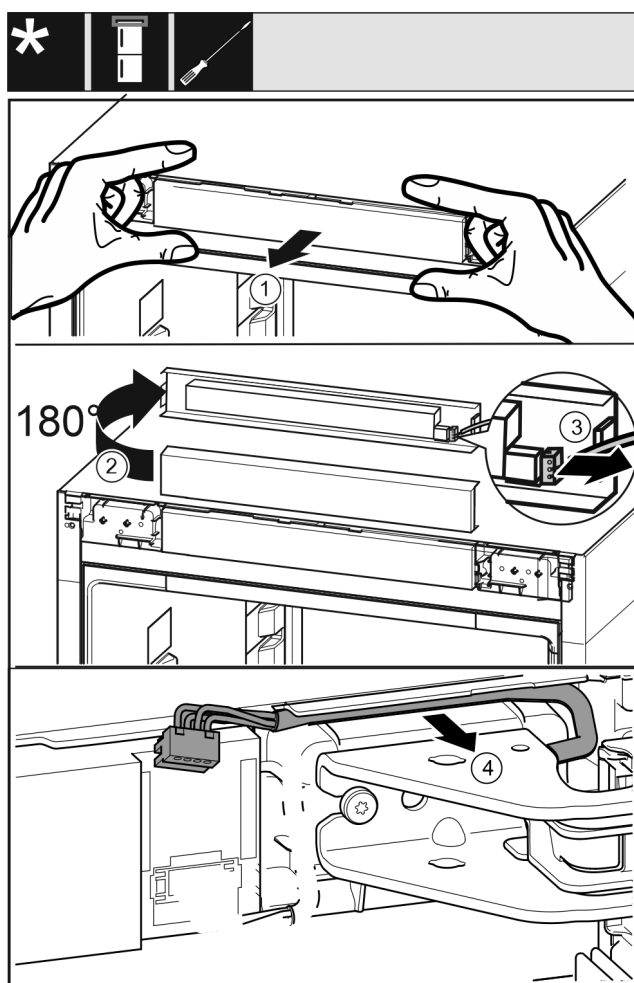

Fig. 22
- ▶ Poluzować ostrożnie zaślepkę panelu obsługowego Fig. 22 (1) do przodu.
- ▶ Obrócić zaślepkę panelu obsługowego Fig. 22 (2) do góry o 180°.
- ▶ Docisnąć zaczep Fig. 22 (3) do tyłu i wyciągnąć ostrożnie wtyczkę.
- ▶ Wyjąć ostrożnie kabel Fig. 22 (4) znajdujący się nad płytką zawiasu z prowadnicy.